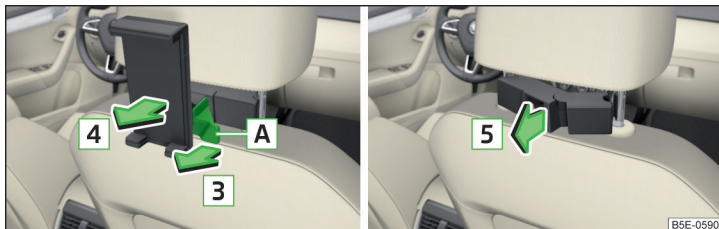

Abb. 120 Abnehmen: Halter / Adapter
- Zum **Abnehmen** an der Sicherungslasche **A** in Pfeilrichtung **3** ziehen und den Halter in Pfeilrichtung **4** aus dem Adapter nehmen » Abb. 120.